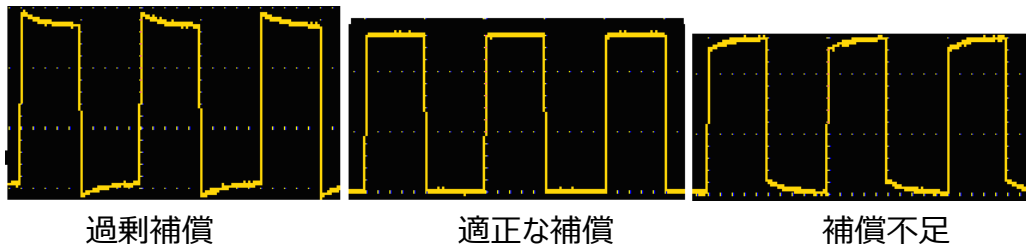
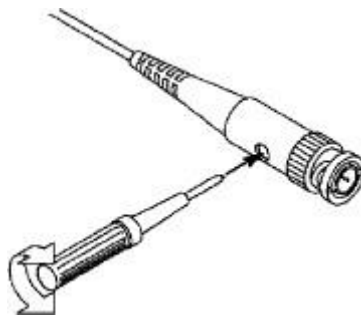

Figure 3-6 プロブ補償のときの表示波形
Figure 3-7 プロブ補償調整
2. 表示される波形を確認しながら、プローブの補償調整用トリマを回して適正になるように調整します。(Figure 3-6, Figure 3-7)